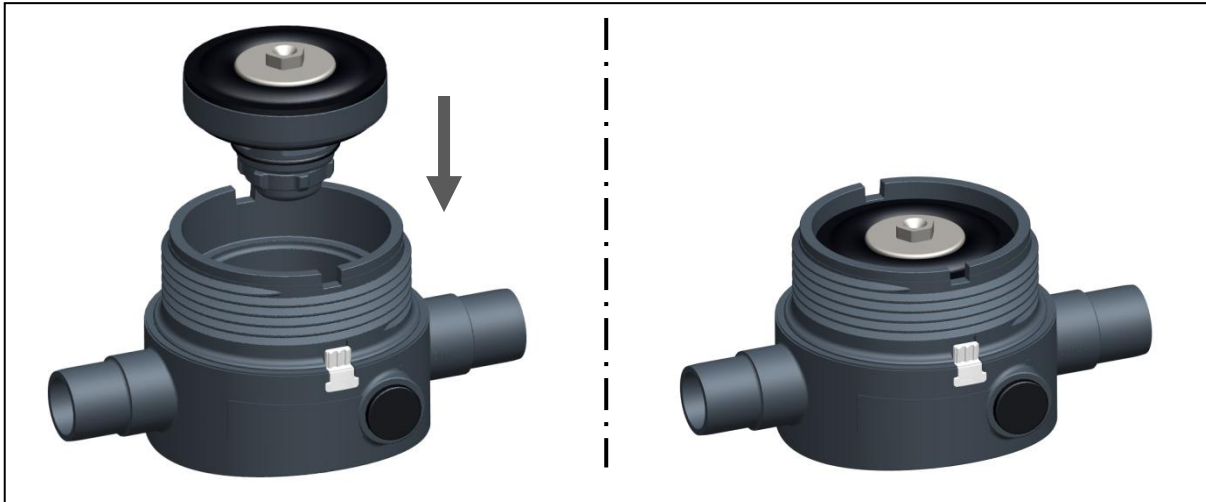

Abb. 12
- Kartusche in Unterteil setzen und eindrücken, siehe Abb. 12